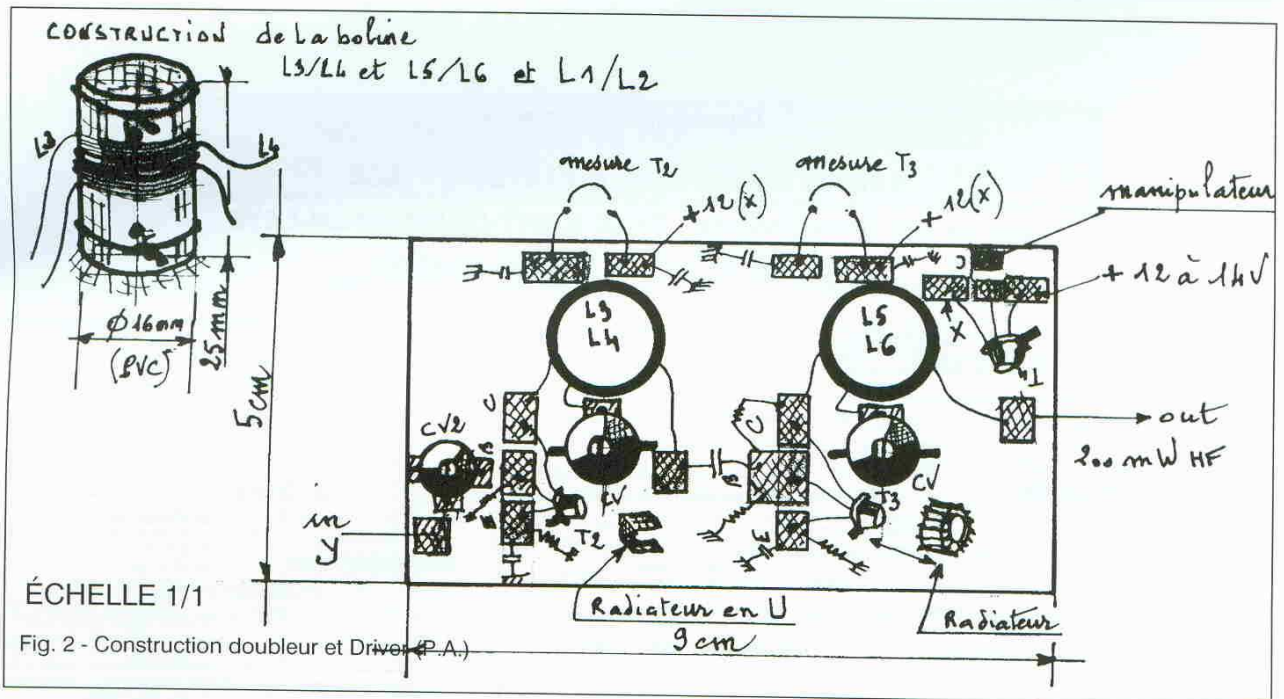

Fig. 2 - Construction doubleur et Driver (P.A.)
**Construction : (figure : 2 et 3)**
Sur la figure 2 nous avons un strap de mesure pour T2 et T3. Pour le transistor T2, la mesure de I donne 20 mA en fonction de CV2 +/- ouvert ou fermé. T3 affiche 50 mA. Bien entendu L3/CV est réglé sur 14 MHz. et également L5/CV. Un Wattmètre sous 50 Ω à la sortie de T3 affiche en fonction de la fermeture de CV2 de 100 à 200 mW HF ; en fermant enco-